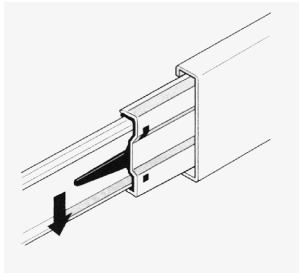
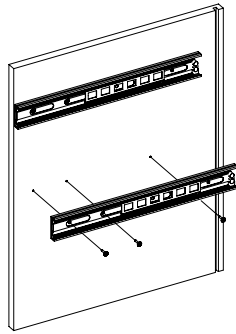

Рис.1
Рис.2
1. Подготовьте детали к сборке. Отсоединить от основания телескопических направляющих внутренние планки, отогнув пластиковый рычажок фиксатора (Рис. 1). Основания телескопических направляющих закрепить на деталях 4 и 5 шурупами 3,5x16 (Рис. 2).